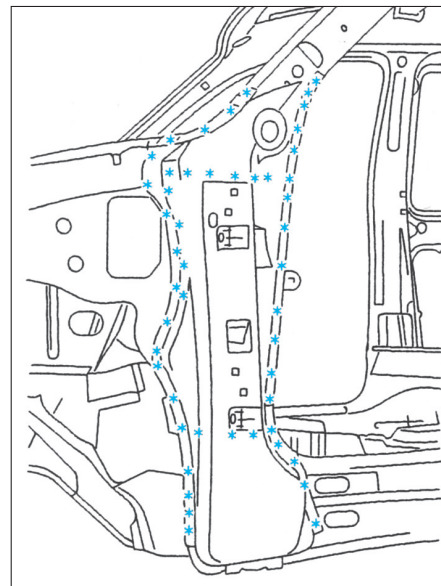

FIG. 51
- Découper par fraisage des points (Fig.51).